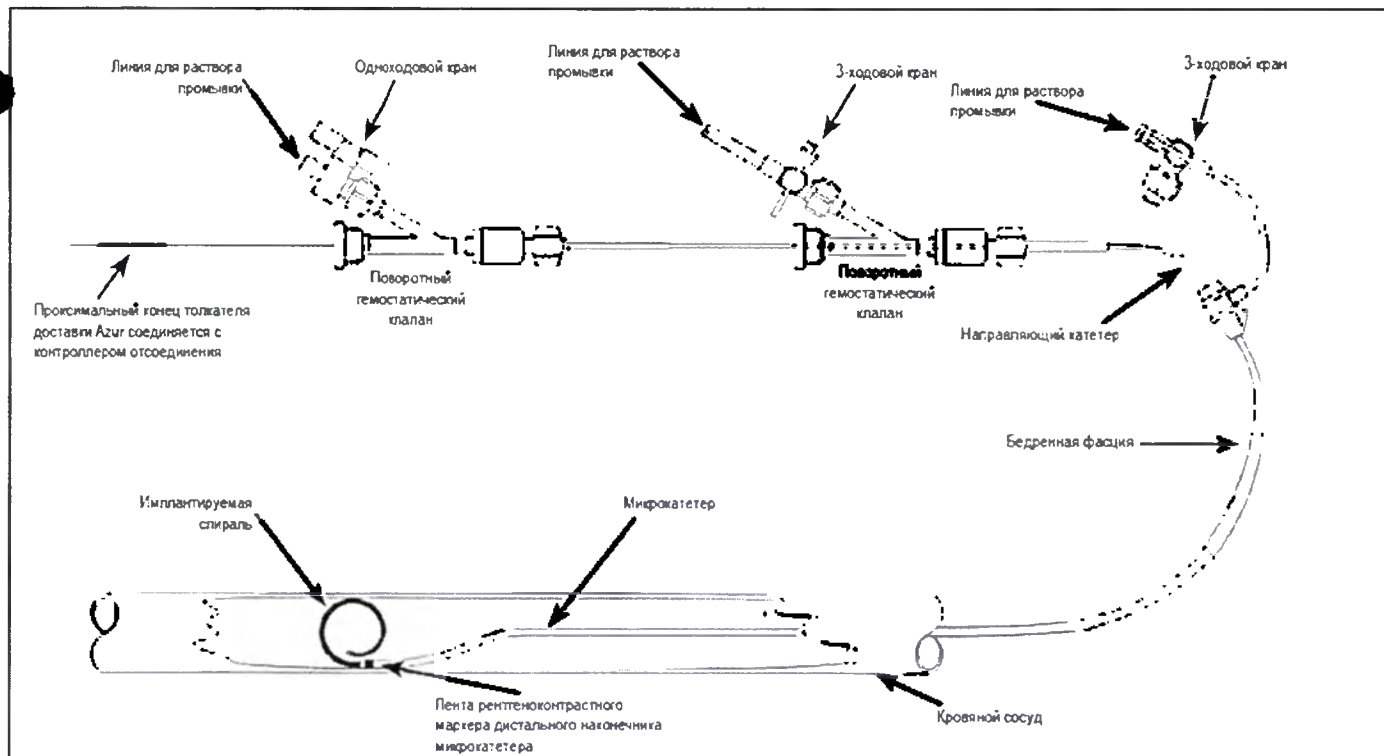

Рисунок 1 – Диаграмма установки системы Azur
1. Обратитесь к Рис. 1 для диаграммы сборки: